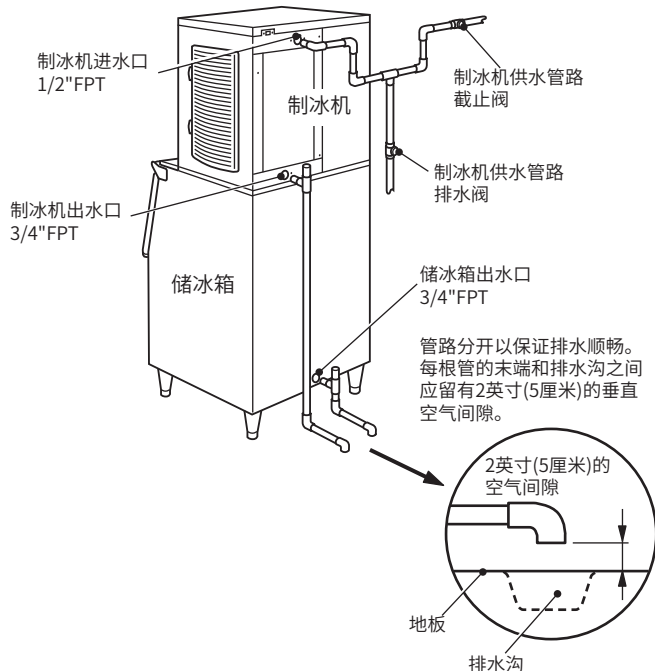

图 7
- \* 需要使用一个通风的 T 形管来保证排水顺畅。参见图 7。
- \* 制冰机排水管路必须与储冰箱 / 出冰机排水管路隔离开来。参见图 7。